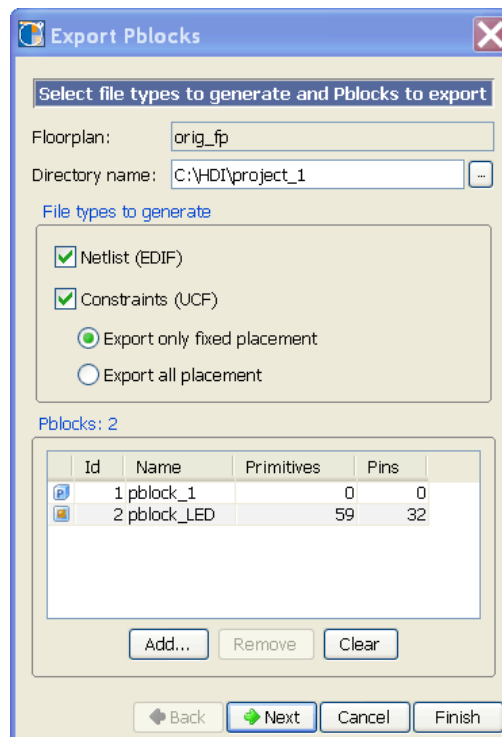

図 11-33 : Export Pblocks ウィザード
2. [File] → [Export Pblocks] をクリックします。図 11-33 に示す Export Pblocks ウィザードが開きます。